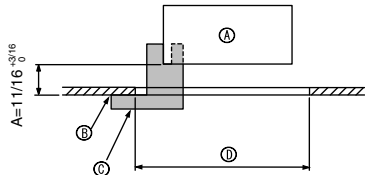
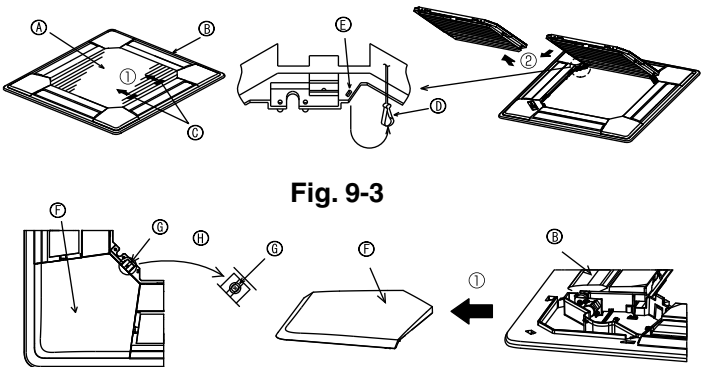
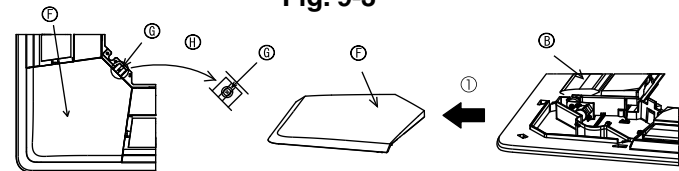

Fig. 9-2
Fig. 9-3
Fig. 9-4
①	Dimensiones de la rejilla	1	950 × 950 (mm), 37-3/8 × 37-3/8 pulgadas
②	Tornillo con arandela cautiva	4	M5 × 0,8 × 25
③	Plantilla	1	(Dividido en cuatro partes)
④	Remache	3
⑤	Tornillo	4	4 × 8
⑥	Tornillo	1	4 × 12
9.2. Preparación para conectar la rejilla (Fig. 9-2)
- Con la plantilla ③ que se suministra con este equipo, ajuste y compruebe la posición de la unidad en el techo. Si la unidad no está colocada en el techo de forma adecuada, podrían producirse escapes de aire o generarse una condensación.
- ① Unidad principal
- ② Techo
- ③ Plantilla ③ (metida en la unidad)
- ④ Dimensiones de apertura del techo
9.2.1. Extracción de la rejilla de admisión (Fig. 9-3)
- Deslice las palancas en la dirección indicada mediante la flecha ① para abrir la rejilla de admisión.
- Con la rejilla de admisión en posición "abierta", extraiga la bisagra de la rejilla de admisión de la rejilla tal y como se indica mediante la flecha ②.
9.2.2. Extracción del panel angular (Fig. 9-4)
- Extraiga el tornillo de la esquina del panel angular. Deslice los paneles angulares indicados por la flecha ① para extraer este panel.
[Fig.9-3] [Fig.9-4]